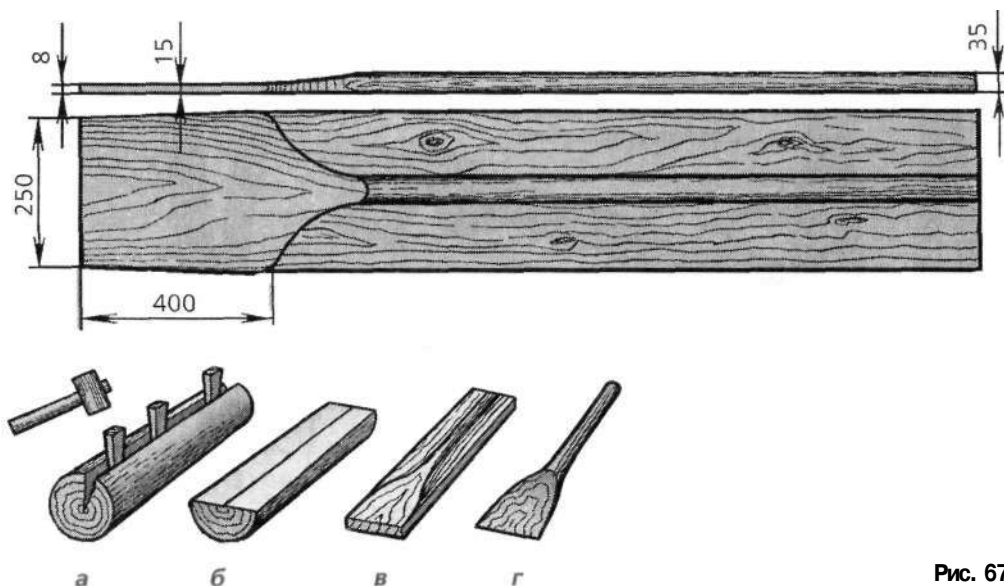

Рис. 67
**Хлебная лопата.** В старые годы, когда в каждом деревенском доме пекли хлеб, а по праздникам — пироги, при печи полагалось иметь широкую деревянную лопату на длинном черенке. Как свидетельствует народная сказка про Лутюнюшку, была она даже у Бабы Яги в избушке на курьих ножках. Именно на хлебной лопате отправил наш герой в пылающую русскую печь дочку злой колдуньи. Хлебную лопату делали из целого куска дерева, точнее, липового, осинового или ольхового кряжа толщиной не менее 25 см (рис. 67). Сложность изготовления лопаты состояла в том, что не так-то просто подыскать ствол такой толщины с прямослойной древесиной и минимальным количеством сучков. Но если все же более-менее подходящий ствол подобрать уда-
валось, с него снимали кору и с помощью клиньев из твердой древесины (дуба, березы, клена) раскалывали пополам, получая две плахи (рис. 67, а, б). Из каждой плахи вытесывали по одной доске. Доску гладко остругивали и чертили на ней контуры будущей лопаты (рис. 67, в). Причем контуры старались расположить так, чтобы сучковатые участки древесины при последующей обработке по возможности удалялись. Затем из доски, строго придерживаясь нанесенных контуров, вытесывали черновую заготовку лопаты. На следующем этапе скругляли по всей длине черенок и стесывали до намеченной толщины полотно лопаты (рис. 67, г). Завершали работу чистовой обработкой всех поверхностей, которые циклевали, скоблили осколками оконного стекла и зачищали шлифовальной шкуркой.